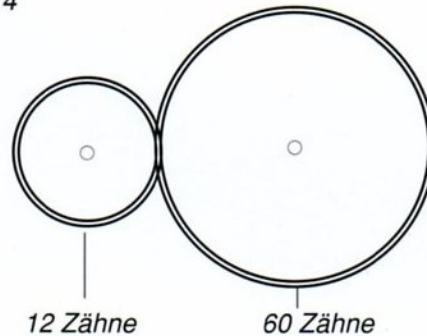

Abb. 4
a) Das Last-Kraft-Verhältnis des in Abb. 4 gezeigten einfachen Getriebes beträgt 4,5. Wie sieht der Wirkungsgrad des Systems aus?